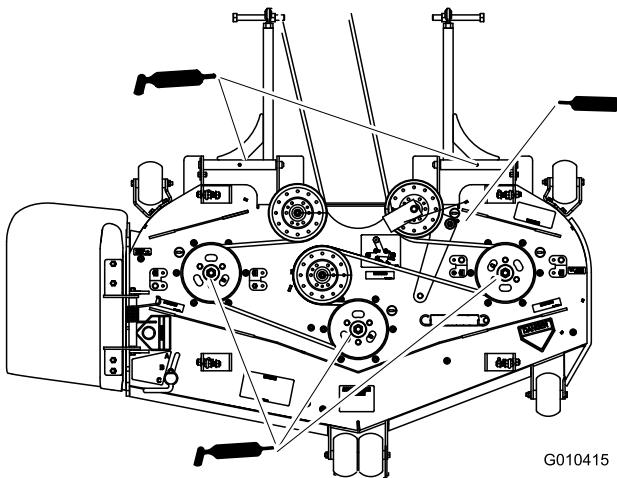

Figura 40
6. Lubrifique os 3 rolamentos do eixo até o lubrificante sair pelas juntas inferiores (Figura 40).
7. Lubrifique o braço intermédio na plataforma do cortador (Figura 40).
8. Lubrifique os encaixes nos braços (Figura 40).